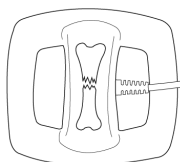

Figure 4
8. Centrer le site de traitement au haut du coussinet amovible et le fixer à la sangle. (Figure 4)